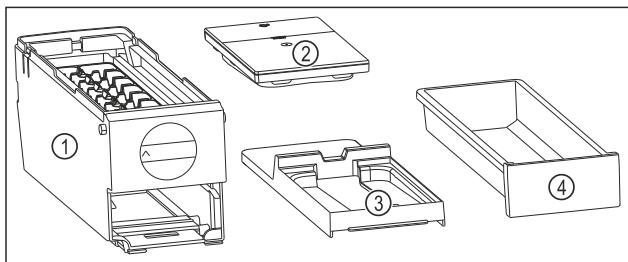

Fig. 133 Составные части EasyTwist-Ice
- EasyTwist-Ice разобран на четыре части. (см. Fig. 133)
- Разбирайте EasyTwist-Ice только на составные части, представленные на рисунке. (см. Fig. 133)
- Очищайте корпус EasyTwist-Ice Fig. 133 (1) как цельное устройство.